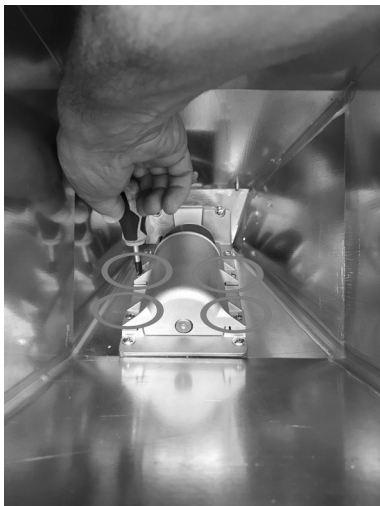

Fig. 77 - Usuwanie śrub
- Wejść przez zbiornik i wykręcić 4 śruby osłony ślimaka (patrz **Fig. 77**).